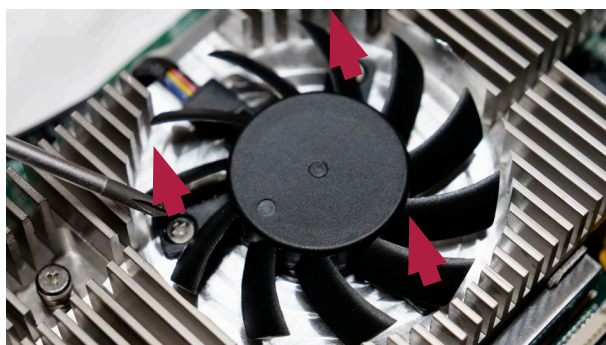

Figure 24 - Retrait des vis du ventilateur
b) Dévisser les trois vis qui maintiennent le ventilateur en place (Figure 24)
- f) **Insérer et visser les trois vis (couple de serrage max. 0,3 Nm) qui maintiennent le ventilateur en place (voir Figure 24).**